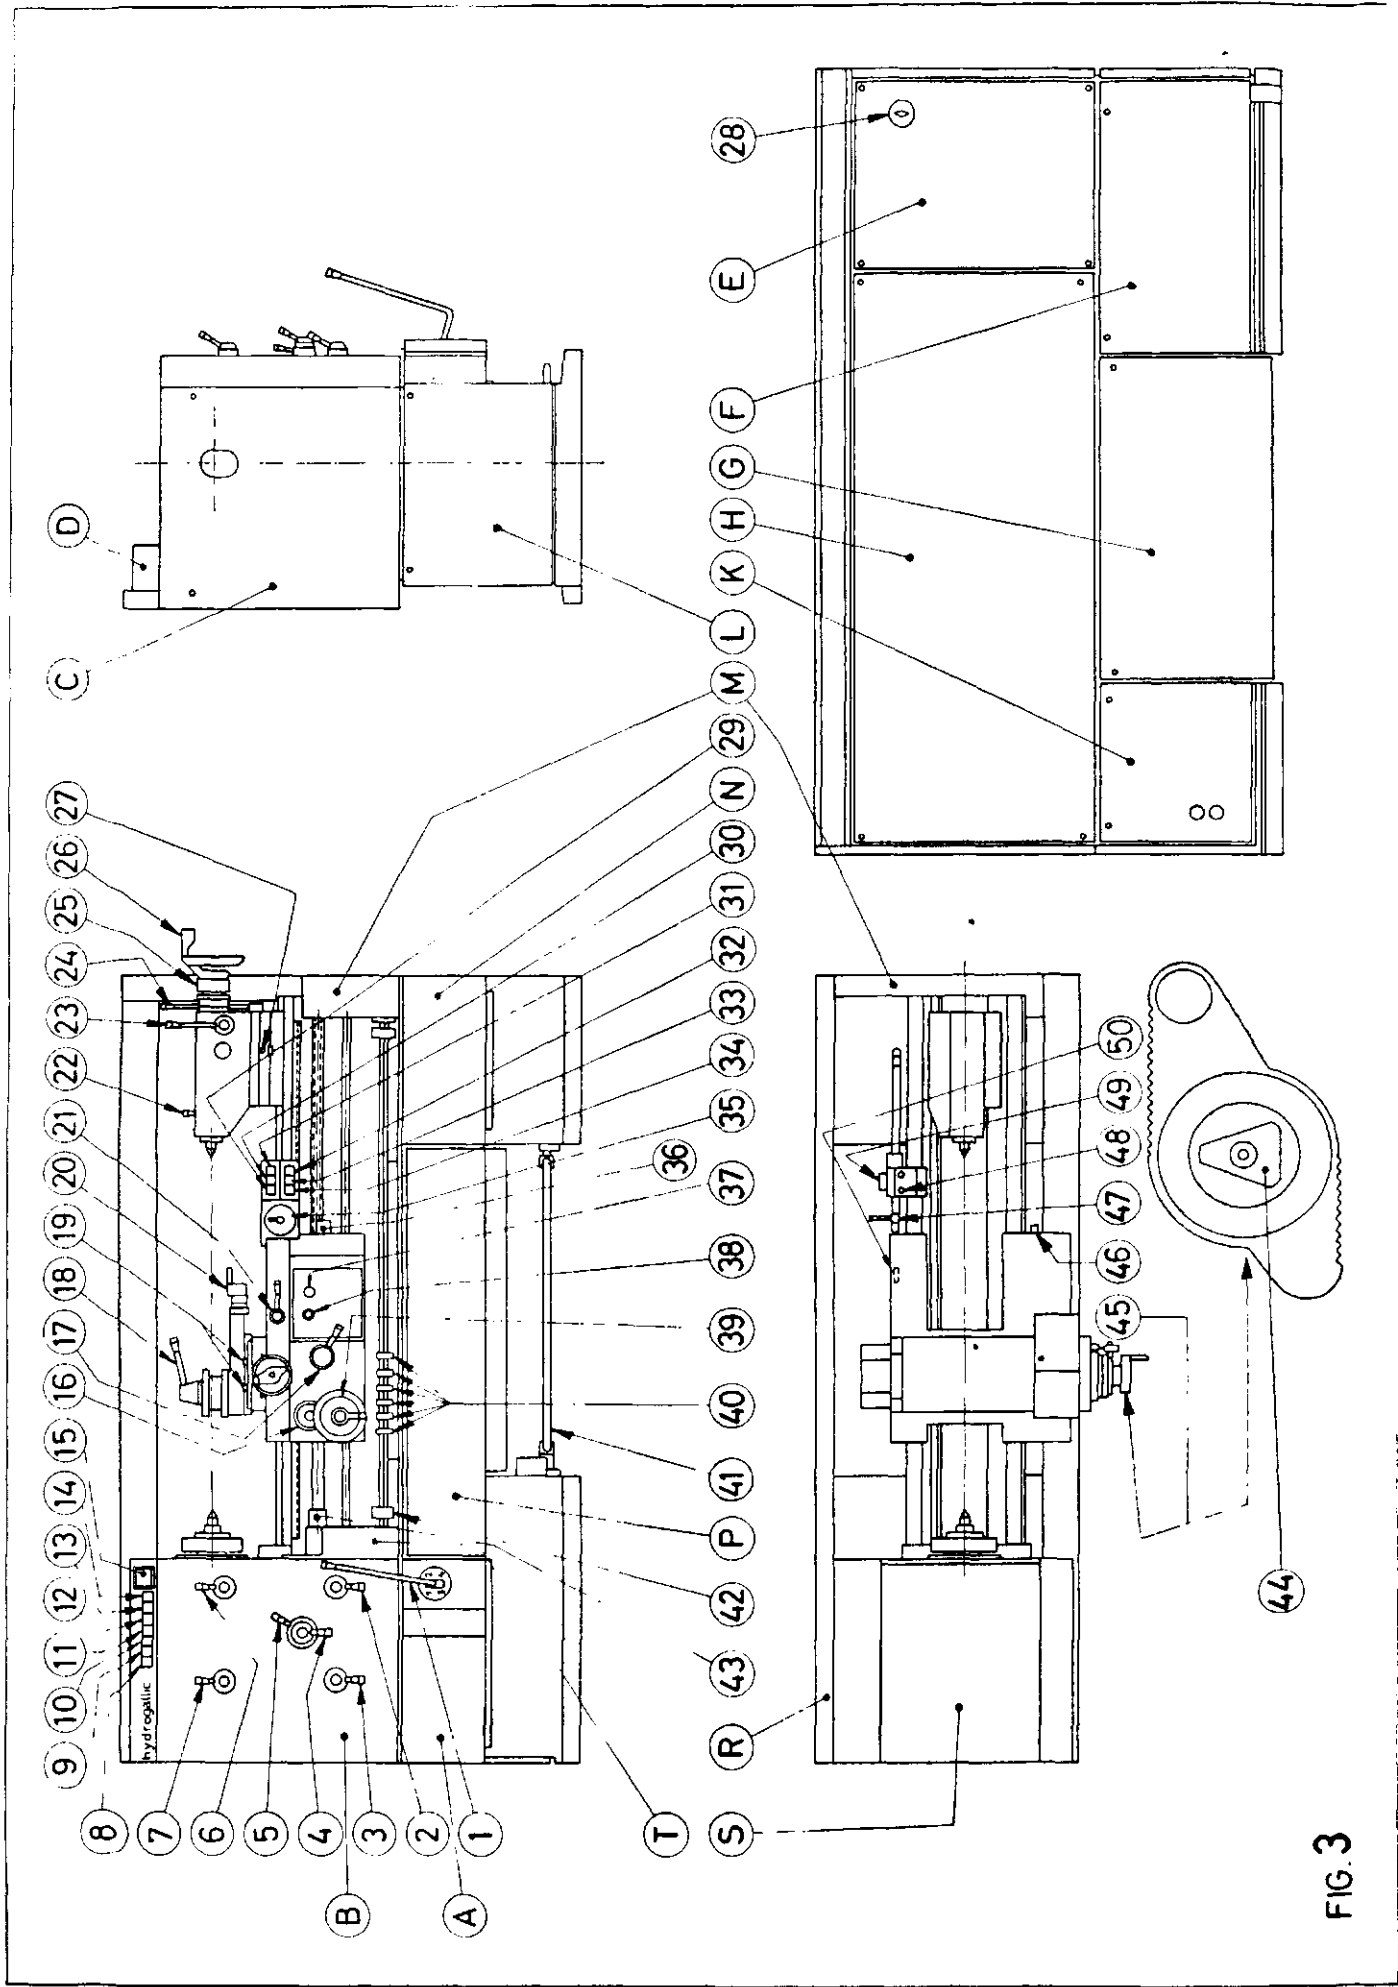

FIG. 3
- le levier 4 (fig.3) de la boîte Norton n'est pas en position filetage mais est en position zéro (tournage)
- la goupille de la vis-mère est cassée (goupille logée sous le manchon 43 (fig.3))
- la manette 2 (fig.3) ne se trouve pas dans la bonne position
- les manettes 3,4,5,6,7 (fig.3) ne se trouvent pas dans les bonnes positions